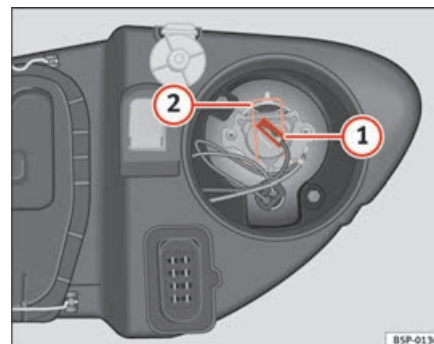

Fig. 191 Abbaglianti
- Estrarre il connettore ⇒ fig. 191 ① della lampada.
- Premere la molla ⇒ fig. 191 ② verso l'interno e verso destra.